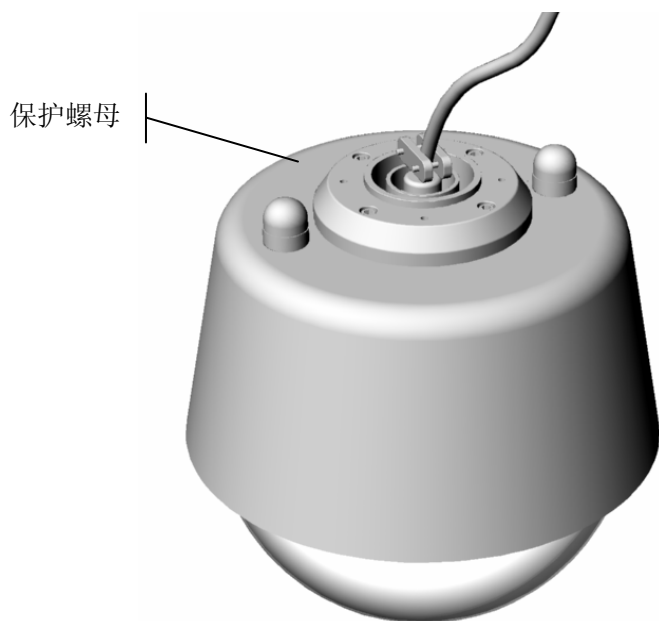
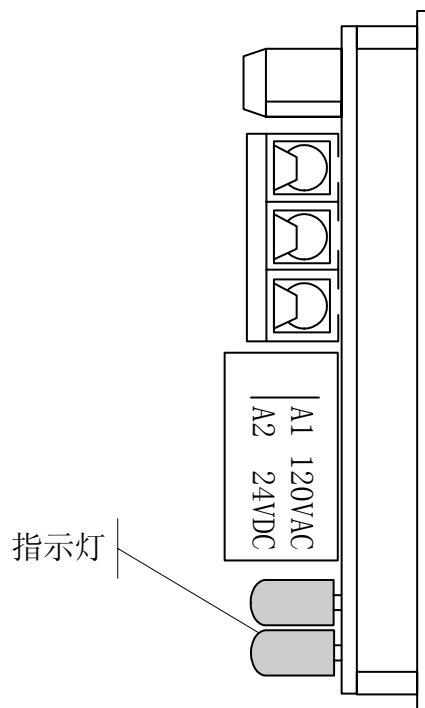
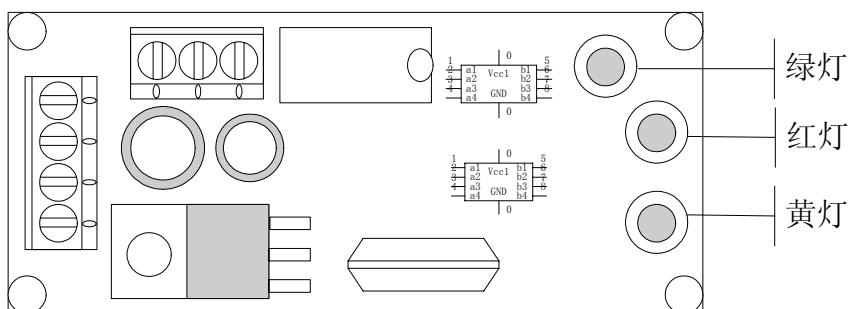

图 1-1
图 1-2
图 1-3
- 2) 将锅子引出电源按正确连接方式连接，输入交流 24V 电压；此时如果球机自检正常表示电压输入正常。此刻，注意观察锅子内部压力指示灯情况：只有绿灯亮表示内部压力正常；如果绿灯、黄灯亮，表示锅子内部已经欠压，需要进行充气（如图 1-1、图 1-2、图 1-3）。如果此时视频信号已经连接到监视器，那么监视器屏幕将显示“LOW PRESSURE”（压力过低）低压报警信息。